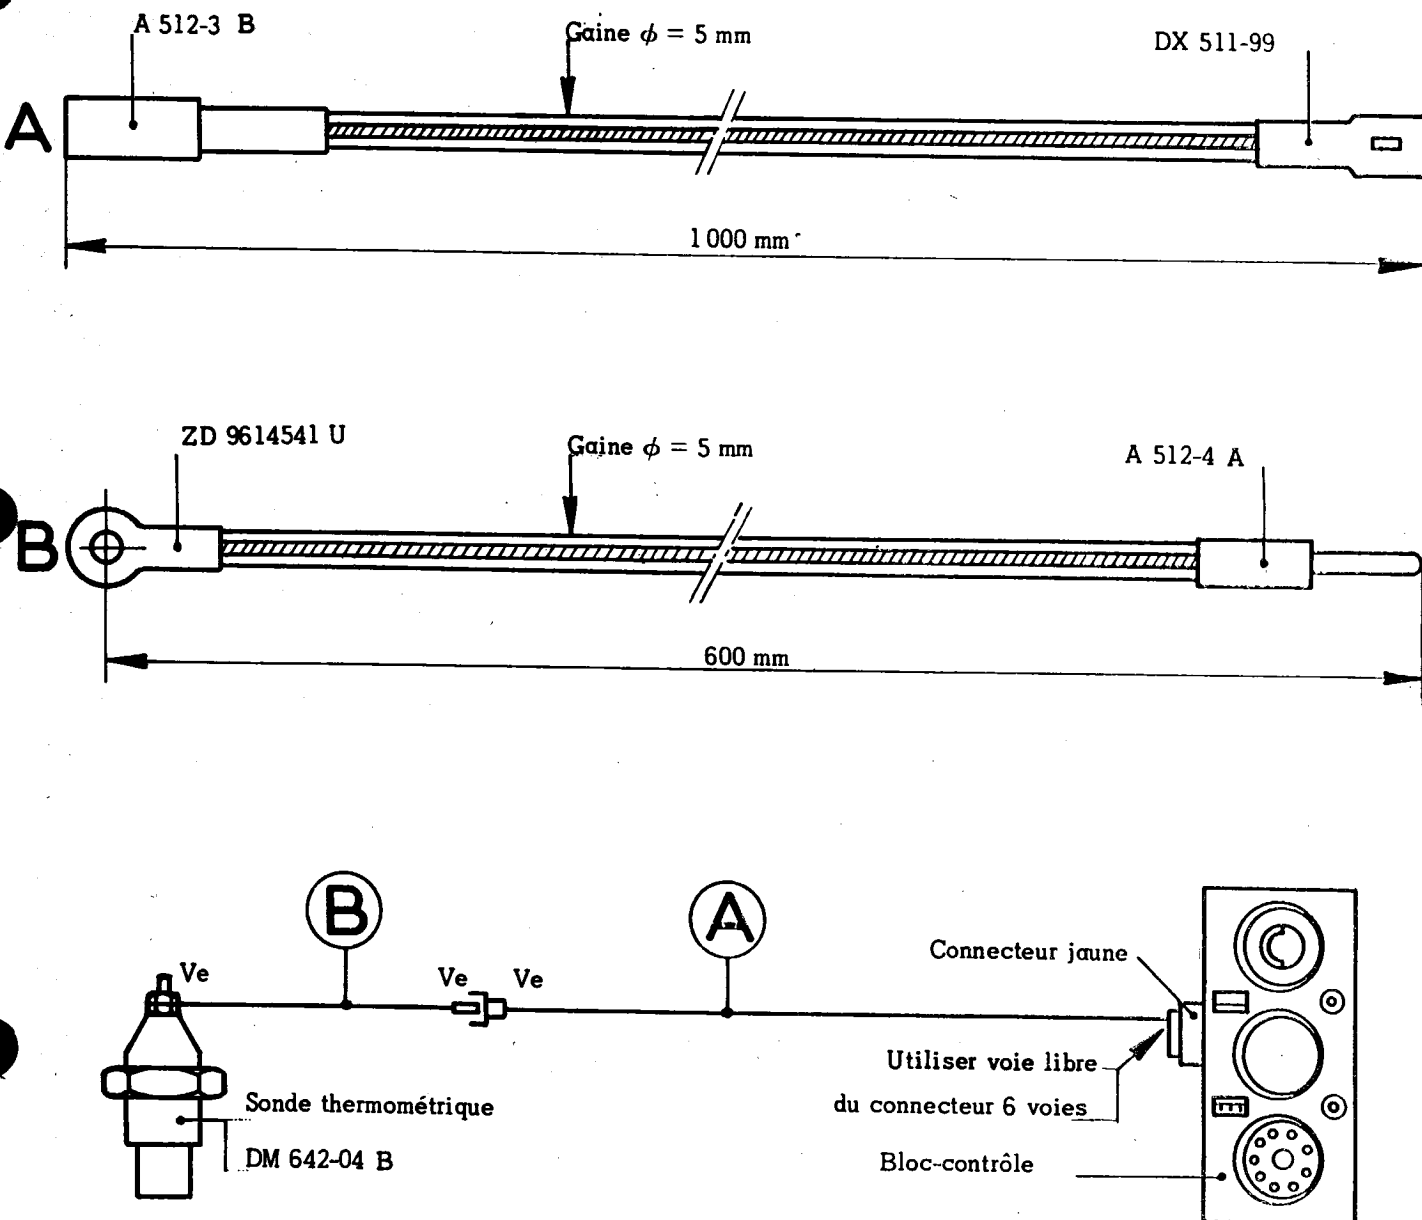

Figure 1
- déposer le bouchon (2) et obstruer le trou du boîtier de pompe à eau avec le pouce pour éviter l'écoulement du liquide de refroidissement.
- Mettre en place la sonde thermométrique (4) munie de son joint (3) sur le boîtier de pompe à eau, en procédant assez rapidement pour éviter l'écoulement du liquide de refroidissement.
12. Réaliser le branchement indiqué figure 1 (voir page 5).